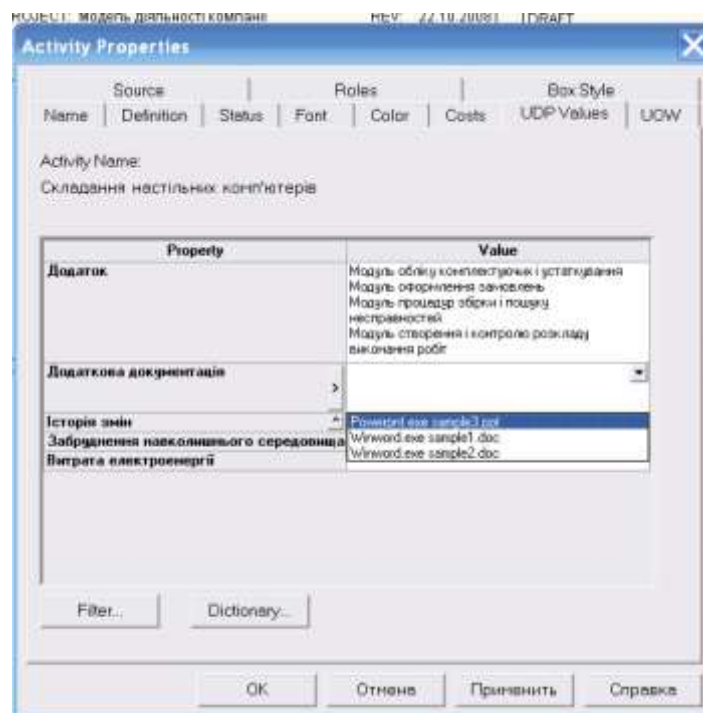

Рис. 13.6. Вкладка *UDP Value* діалогу *Activity Properties*
9. Для призначення *UDP* роботи варто клікнути по ній правою кнопкою миші й обрати у контекстному меню *UDP*. З'являється вкладка *UDP Value* діалогу *Activity Properties* (рис. 13.6).